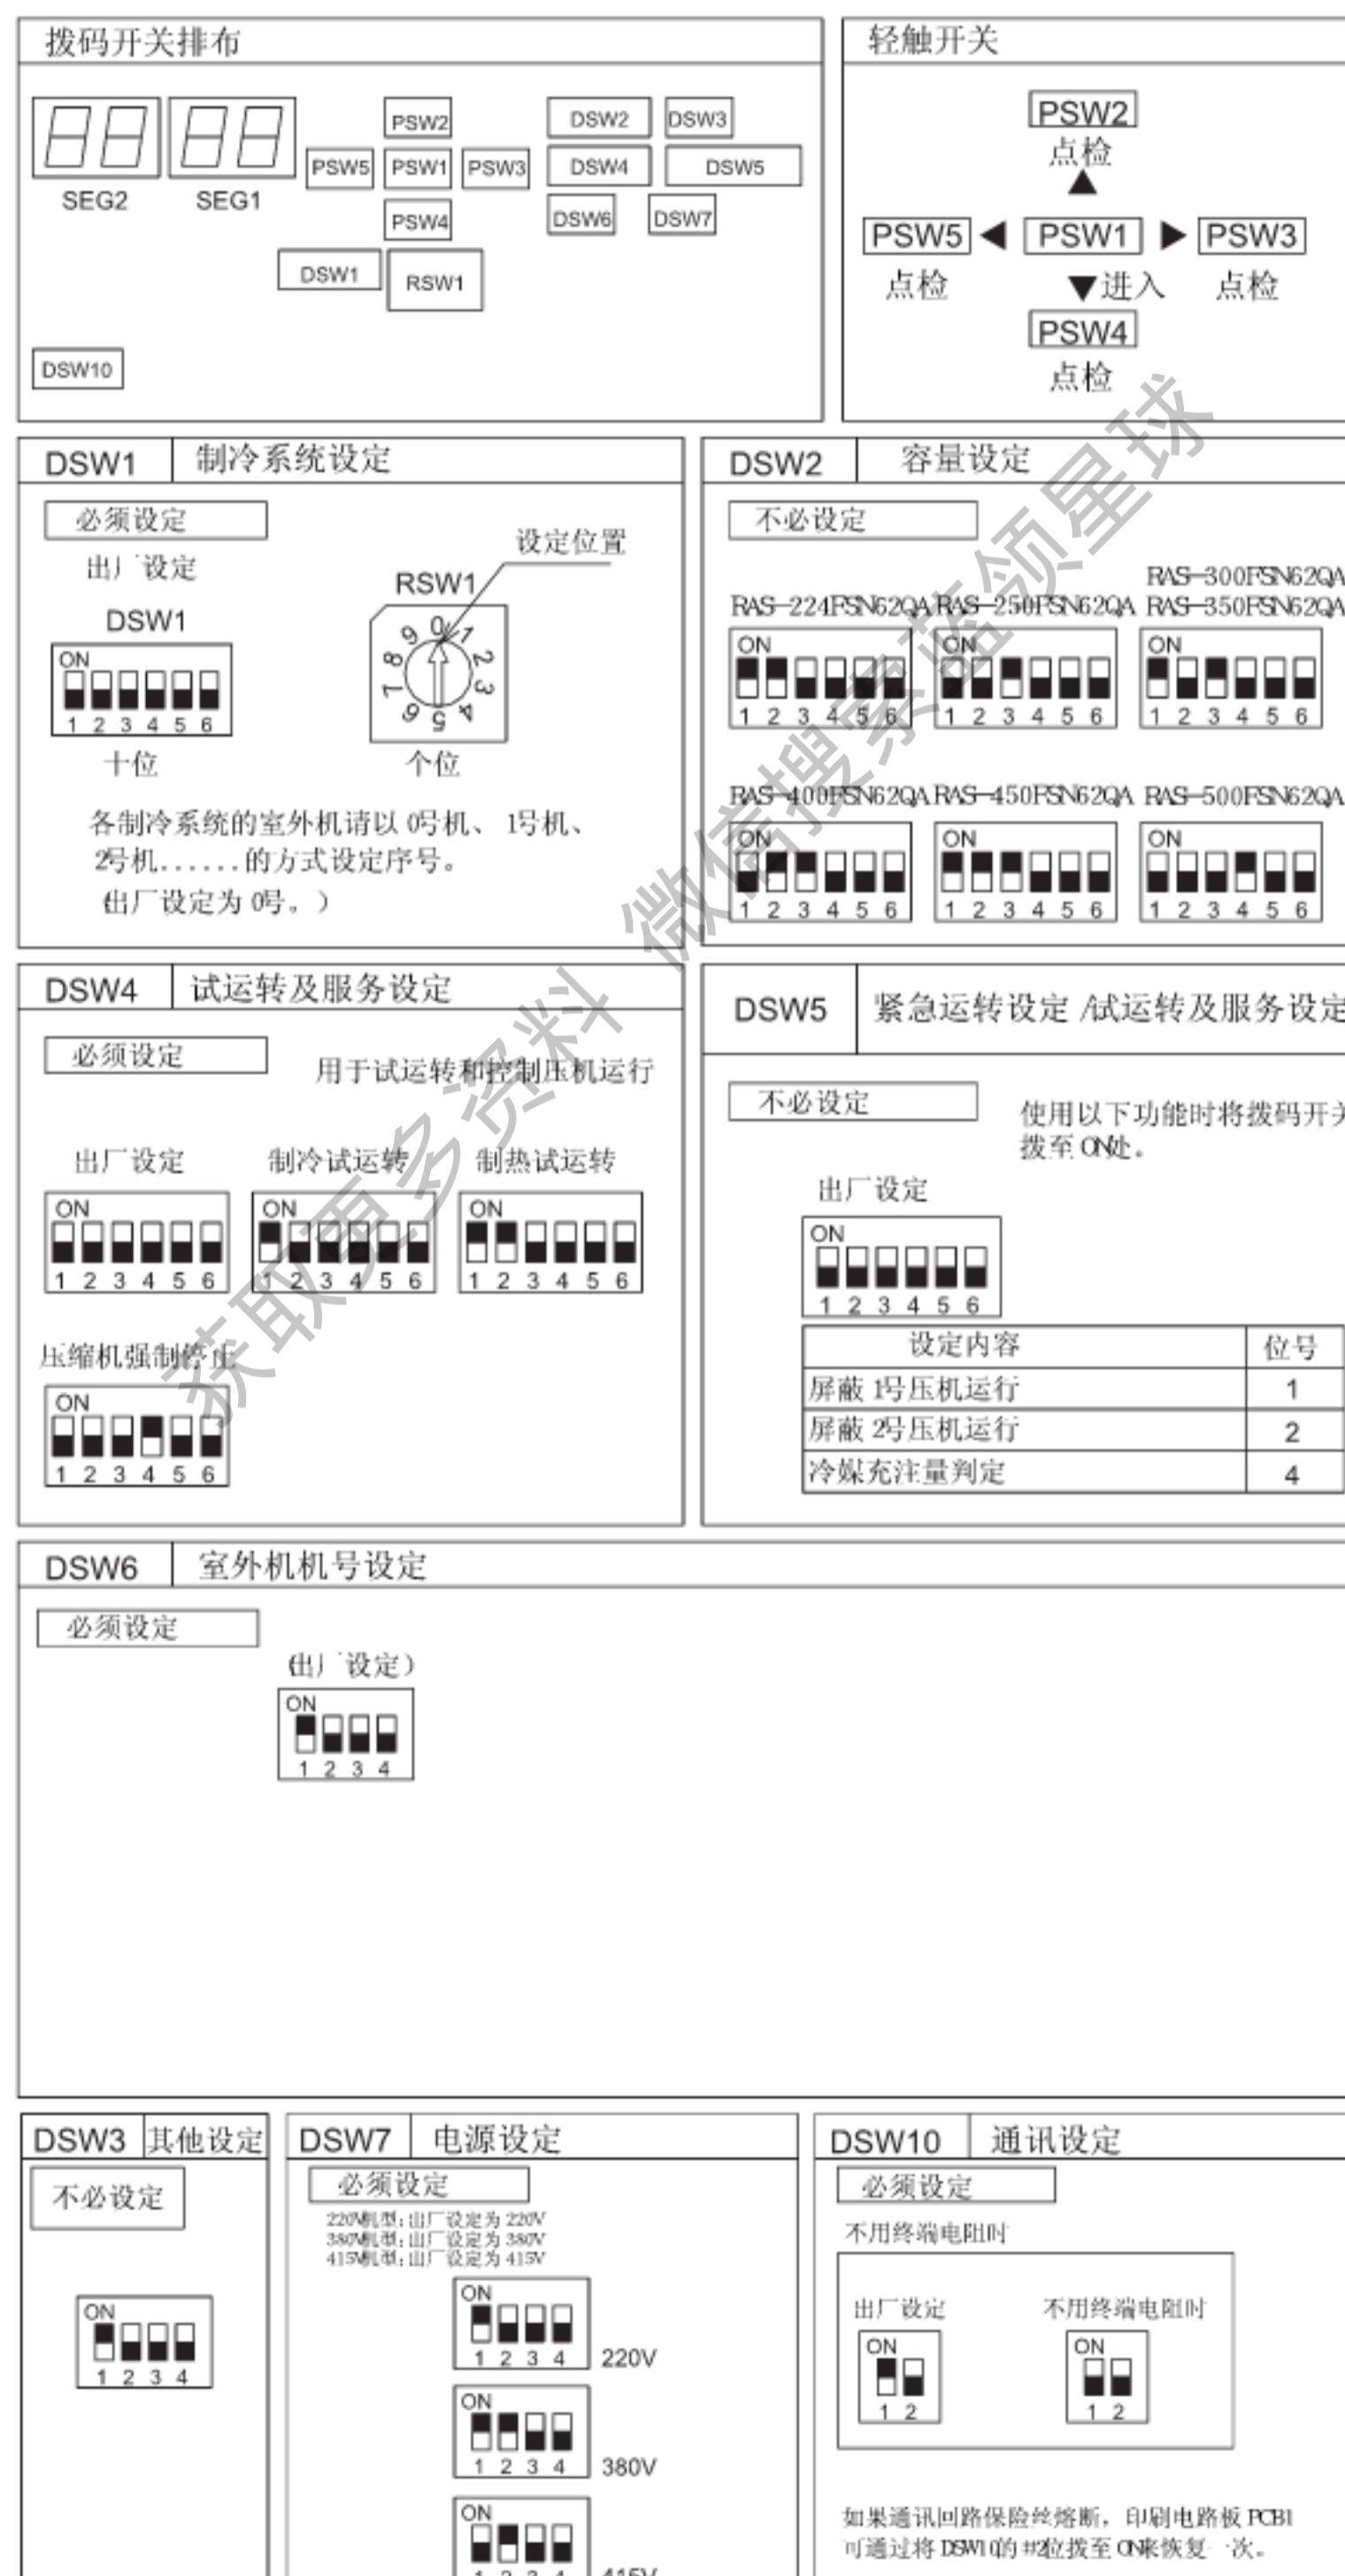

图 7.2 拨码设定
- (3) 如图 7.2 和图 7.3 所示，在室内机和室外机之间连接通讯线。
- (4) 在同一冷媒系统的机器间连接通讯线。在室内机的冷媒管与室外机相连的情况下，连接通讯线到相同的室内机。)连接冷媒管和通讯线到不同的冷媒循环系统会引起系统故障。
- (5) 通讯线使用 2芯电线例如带屏蔽层的双绞线。
符号 '■' 表示拨码开关所在位置。请参照图 7.2 设定拨码开关。